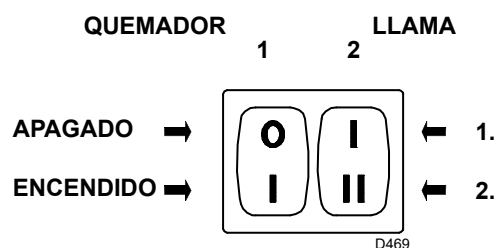
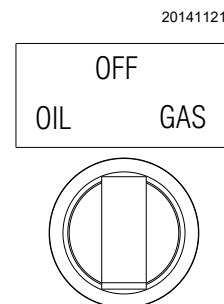

Fig. 33
Fig. 34
Mantener el quemador en funcionamiento a la 1ª llama colocando el interruptor 2)(Fig. 33) en posición 1ª llama. La regulación del registro del ventilador se obtiene utilizando la palanca naranja del servomotor ("Regulación del servomotor" en pág. 32).
Colocar el interruptor 2)(Fig. 33) en posición 2ª llama: La regulación del registro del ventilador se obtiene utilizando la palanca roja del servomotor ("Regulación del servomotor" en pág. 32).
Poner en marcha el quemador cerrando los telemandos, con el interruptor 1)(Fig. 33) en posición "ENCENDIDO" y con el selector combustible en posición "OIL" (Fig. 34).
Cuando el gasóleo sale por el tornillo 3)(Fig. 23 en pág. 23), la bomba está cebada. Detener el quemador: interruptor 1)(Fig. 33) en posición "APAGADO" y enroscar el tornillo 3).
- el interruptor 1)(Fig. 33 en pág. 29) en posición "**QUEMADOR ENCENDIDO**";
- el interruptor 2)(Fig. 33 en pág. 29) en posición "**1ª LLAMA**";
Poner el interruptor 2)(Fig. 33) en posición 2ª llama: el servomotor abrirá el registro de aire al valor anteriormente regulado para el gasóleo y controlará la apertura de la válvula gas de 2ª llama VR2.
Poner el interruptor 2)(Fig. 33) en posición 1ª llama: el servomotor cerrará el registro de aire al valor anteriormente regulado para el gasóleo y controlará la apertura de la válvula gas de 1ª llama VR1.